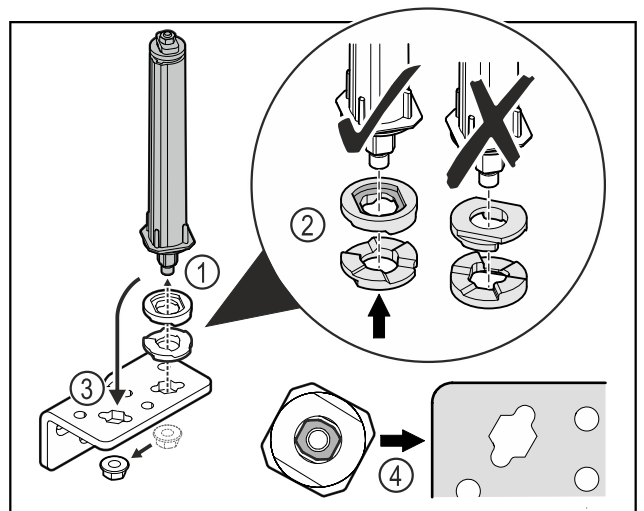

Fig. 40
- ▶ Svitare il dado e rimuovere il sistema di chiusura della porta Fig. 40 (1).
- ▶ Assicurarsi che le rondelle per la regolazione dell'altezza siano rivolte nel verso giusto Fig. 40 (2).
- ▶ Spostare il sistema di chiusura della porta nella cerniera angolare e fissarlo con il dado Fig. 40 (3).
- ▶ Durante l'inserimento del sistema di chiusura della porta assicurarsi che sia rivolto nel verso giusto Fig. 40 (4).